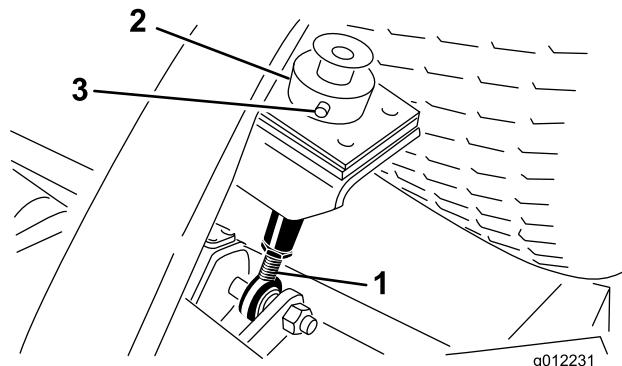
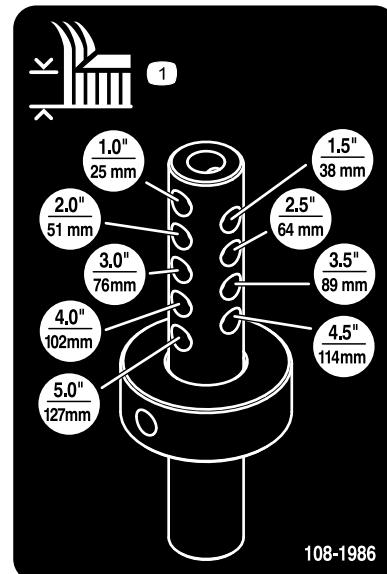

Figura 8
Figura 9
- Retire el pasador y la chaveta que fijan el collar de ajuste de la altura de corte a la varilla de ajuste de la altura de corte en la parte trasera de la unidad de corte (Figura 8).
- Alinee el collar de ajuste de la altura de corte con los taladros de ajuste de la altura de corte deseados de la varilla de ajuste de la altura de corte (Figura 8 y Figura 9).